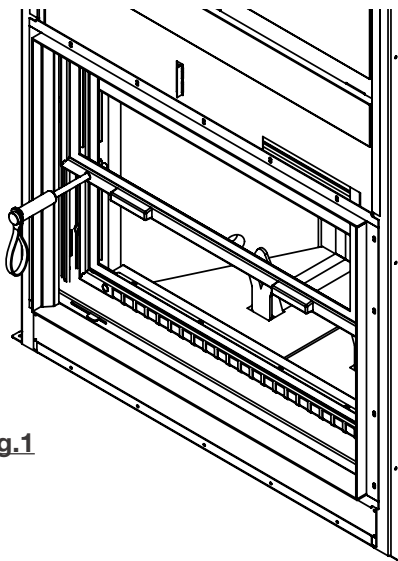

fig.1
1. Pour installer le déflecteur arrière (Fig. 1), inclinez et déplacez le déflecteur dans la chambre à fumée jusqu'à ce qu'il ait dépassé le support du haut au fond de l'appareil.
4. Dévissez les dispositifs de retenue supérieurs et inférieurs à l'intérieur du cadre de porte. (FIG.1)
2. Soulevez l'écran. Abaissez l'écran depuis l'intérieur de l'appareil (Fig. 1).